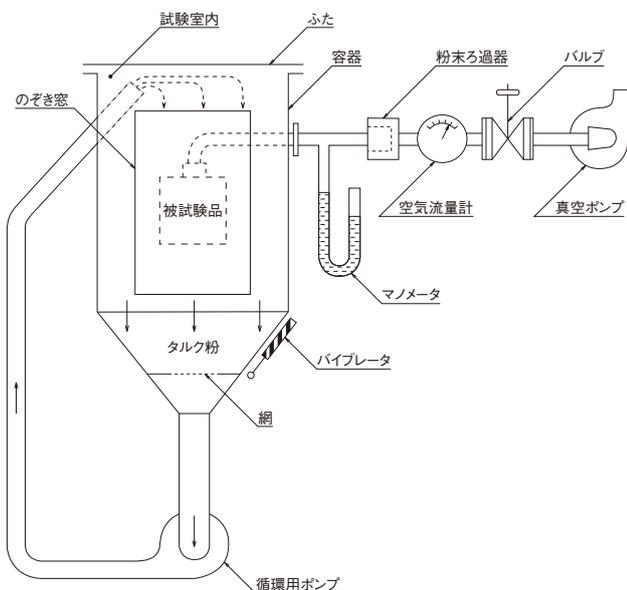

図 2 防塵試験の原理図⁽⁴⁾
IP65 の第一記号は固形物に対する保護規定で、6 は粉塵からの保護の程度を表し、正常な動作を阻害するような粉塵の侵入がないことを要求しています。試験は図 2 に示した基本的な原理による装置を用いて行います。タルク粉は、試験室内に浮遊状態に保たれています。大きさは $75\mu\text{m}$ の網の目を通過するもので、その量は試験室の容積 1m^3 につき 2kg です。被試験品内の圧力を真空ポンプによって、大気圧以下にします。減圧によって毎時 60 容積の吸引率を超えることなく、被試験品の内部に被試験品の内容積の 80 倍の空気を吸い込ませます。
- (1) IEC60529, (2001), Degrees of protection provided by enclosure (IP Code)
- (2) IEC60034-5, (2006), Rotating electrical machines- Part5: Degrees of protection provided by the integral design of Rotating electrical machines (IP code) Classification
- (3) JIS C 0920, (2003), 電気機械器具の外郭による保護等級 (IP コード)
- (4) JIS C 0920, (2003), p.23, 付図 2